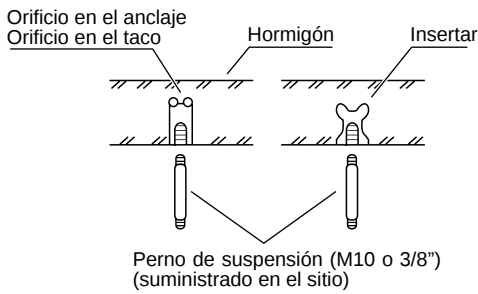

Fig. 3-58
- Inserte pernos de suspensión (Fig. 3-58)
- (2) Atornille los pernos de suspensión de forma que sobresalgan del techo (Fig. 3-58). (Si es necesario, corte el material del techo).